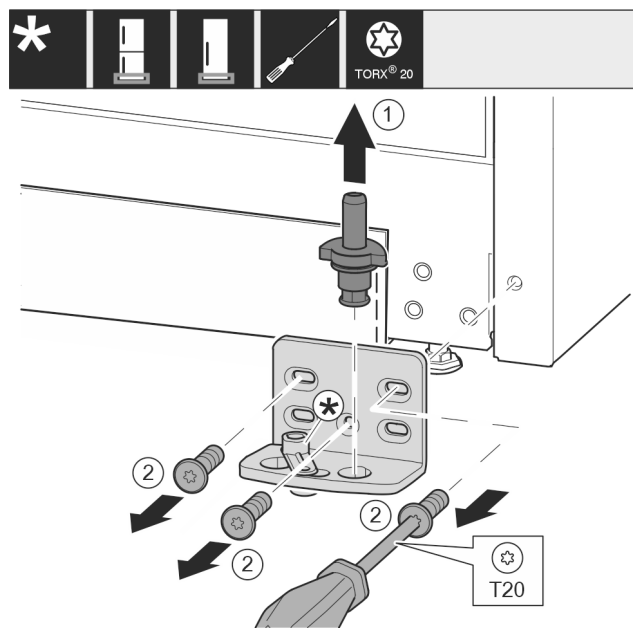

Fig. 15
- ▶ Estrarre completamente verso l'alto i perni di supporto Fig. 15 (1).
- ▶ Svitare le viti Fig. 15 (2) con un cacciavite e rimuovere il blocco di supporto.